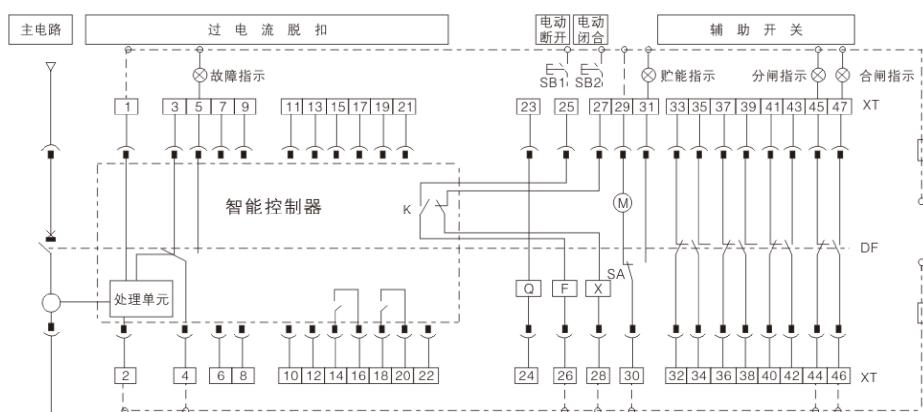

图13e 配L或M型智能控制的断路器二次回路接线图(辅助开关为四开四闭触头)
• 2000~4000(200~4000A)辅助开关由四常开闭触头的二次回路接线图, 见图13e